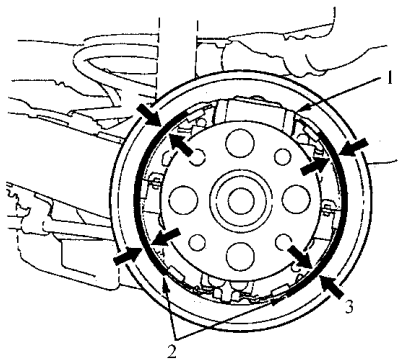

图 8-42 制动器检查点
4) 如图 8-42 所示，检查制动衬片是否开裂、磨光、磨损和污染等。